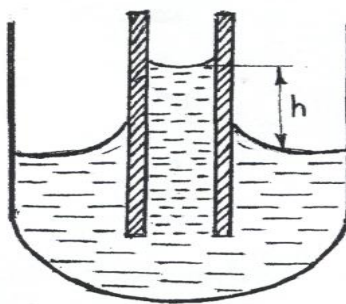

Рис.3
Капиллярными явлениями называют подъем или опускание жидкости в трубках малого диаметра — капиллярах(см. рис.3). Смачивающие жидкости поднимаются по капиллярам, не смачивающие — опускаются. Подъем жидкости в капилляре продолжается до тех пор, пока сила тяжести действующая на столб жидкости в капилляре, не станет равной по модулю результирующей F_n сил поверхностного натяжения, действующих вдоль границы соприкосновения жидкости с поверхностью капилляра: $F_t = F_n$, где $F_t = mg = \rho h \pi r^2 g$, $F_n = \sigma 2\pi r$. Отсюда следует: $h=2\sigma/ \rho r g$.
2. Измерить высоту подъема воды h в капиллярной трубке над поверхностью воды в стакане(см.рис.3).